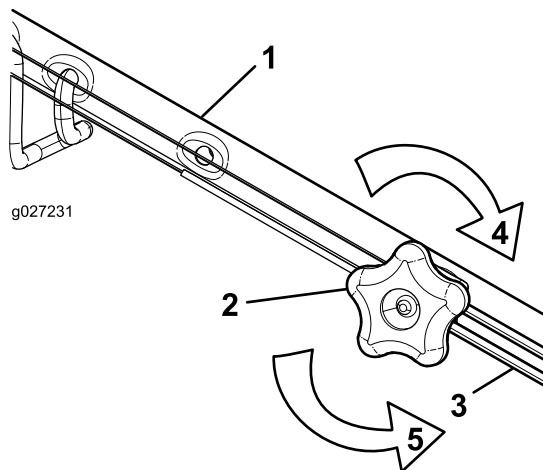

Рисунок 31
1. Поверните ручку регулировки против часовой стрелки, чтобы ослабить натяжку троса (Рисунок 31).
2. Отрегулируйте натяжение троса (Рисунок 31), потянув его назад или вперед, затем удерживайте в этом положении.